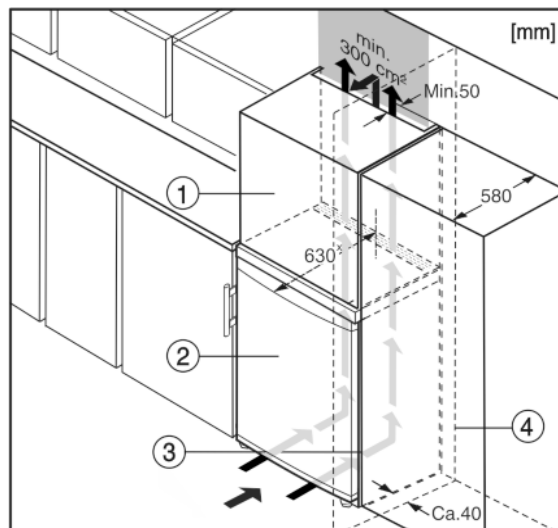

Fig. 6
Устройство может быть окружено кухонными шкафами. Чтобы уравнивать устройство Fig. 6 (2) по высоте с кухонной стенкой, можно установить над устройством дополнительный шкафчик Fig. 6 (1).
При комбинировании с кухонными шкафами (глубина макс. 580 мм) устройство можно установить непосредственно рядом с кухонным шкафом Fig. 6 (3). Устройство выступает сбоку на 34 мм\* и по центру на 50 мм\* относительно передней стенки кухонного шкафа.
Если устройство установлено на шарнирах у стены Fig. 6 (4), то расстояние между устройством и стеной должно быть не менее 40 мм. Настолько выступает ручка при открытой дверце.\*